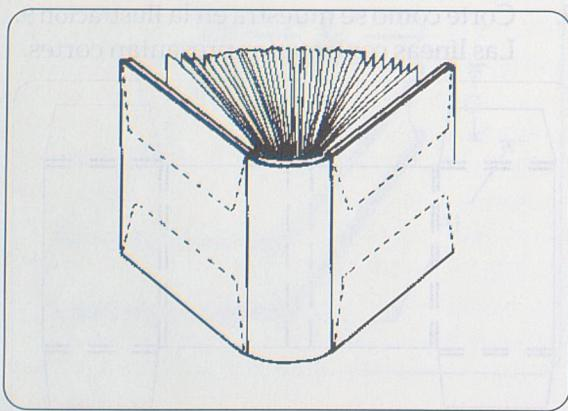

Ilustración 11
10. Cubra el libro con la película de poliéster, plegando las solapas de los extremos hacia la parte de adentro de las tapas anterior y posterior. Pliegue las solapas superior e inferior entre la superficie exterior de la tapa del libro y la película de poliéster (Ilustración 11). Las solapas superior e inferior quedarán visibles a través de la sobrecubierta de película de poliéster.